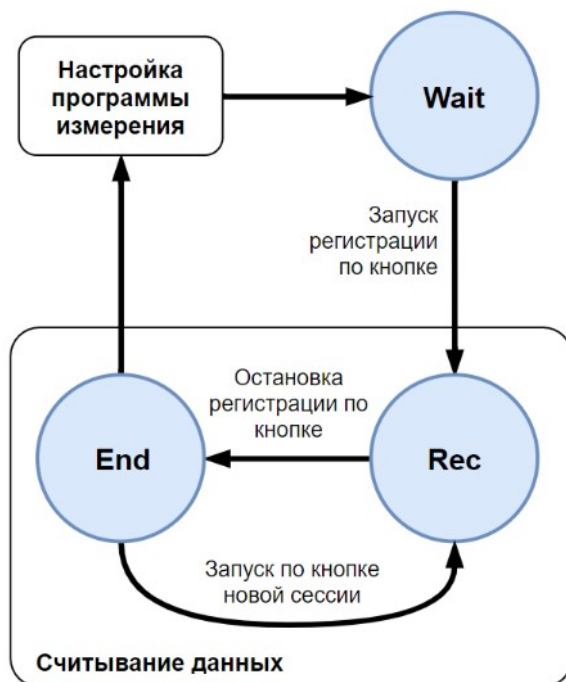

Рисунок 4: Многосессионный алгоритм
2. **Многосессионный алгоритм** (рисунок 4) - программу измерения можно повторять заданное количество раз — сессий. Допустимое количество сессий задаётся в настройках и не может быть более 10. Запуск и остановка регистрации происходит с помощью кнопок **START** и **STOP**.